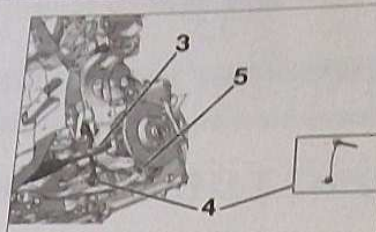

FIG.2
- Écarter les biellettes de direction (3) (Fig.2).
- l'ensemble axe d'amortisseur/biellette (4) de barre stabilisatrice.
- l'axe inférieur de suspension (5).